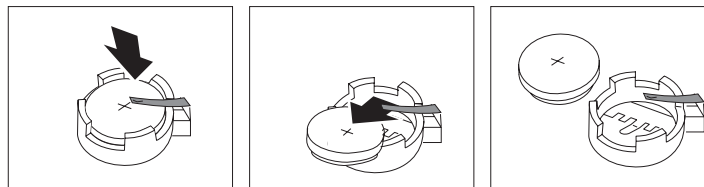

Figura 12. Extracción de la batería
5. Extraiga la batería antigua. Consulte la Figura 12.